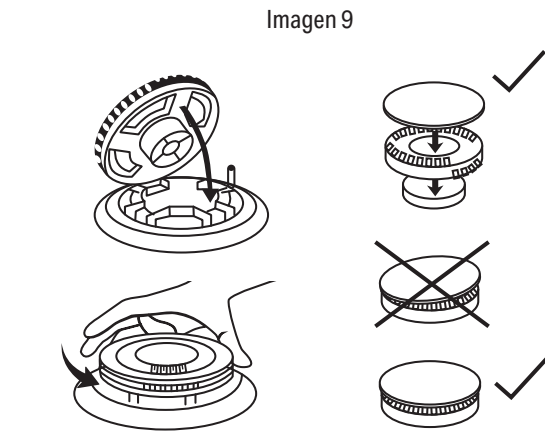

Imagen 9
- Instale las tapas del quemador de acuerdo con la imagen. El quemador se mantendrá estable si está bien instalado. Una instalación incorrecta puede provocar flamas desiguales y causar daños. (Ver imagen 9).